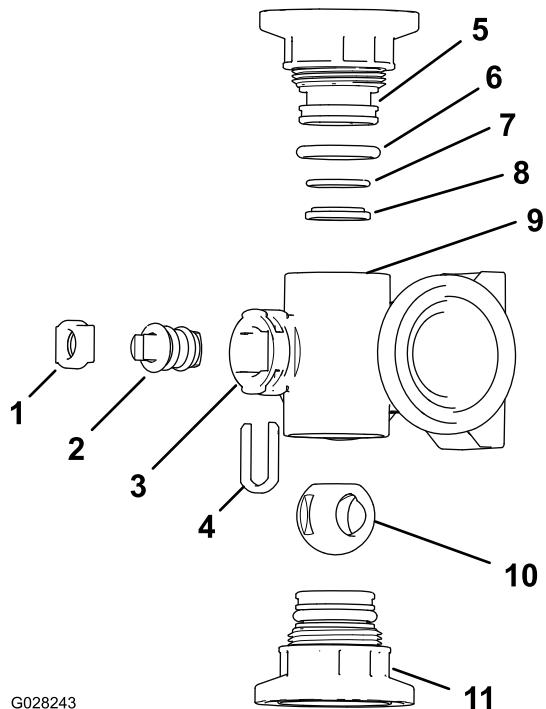
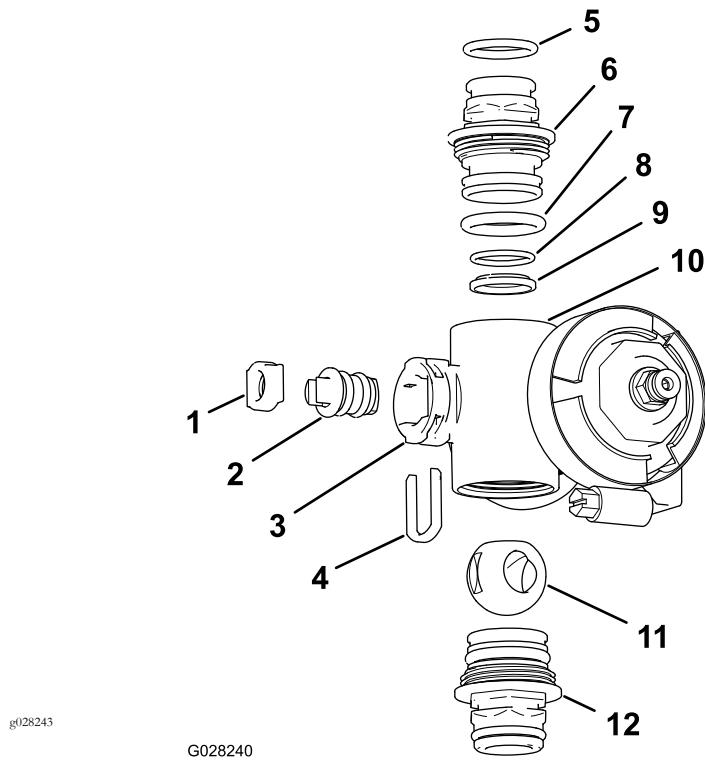

Figura 140
Figura 141
- Retire o conjunto das duas uniões de cada extremidade do corpo do coletor (Figura 140 e Figura 141).
4. Retire a fixação da haste das ranhuras na porta da haste no coletor (Figura 140 e Figura 141).
5. Retire a fixação da haste e o encaixe da haste da válvula do coletor (Figura 140 e Figura 141).
6. Do corpo do coletor, retire o conjunto da haste da válvula (Figura 140 e Figura 141).
- Verifique o estado dos anéis de retenção da união de saída (apenas coletor da válvula de secção), dos anéis de retenção do tampão, dos anéis de retenção de encaixe posterior, do encaixe da esfera para ver se há danos ou desgaste (Figura 140 e Figura 141).
- Aplique lubrificante na haste da válvula e insira-a no encaixe da haste da válvula (Figura 140 e Figura 141).
- Instale a haste da válvula e o encaixe no coletor e fixe a haste e o encaixe com a fixação da haste (Figura 140 e Figura 141).
- Certifique-se de que o anel de retenção de encaixe posterior e o encaixe da esfera estão alinhados e encaixados na união do tampão (Figura 140 e Figura 141).
- Instale o conjunto da união do tampão no corpo do coletor até a flange da união do tampão tocar no corpo do coletor (Figura 140 e Figura 141); depois rode a união do tampão mais 1/8 a 1/4 de volta.